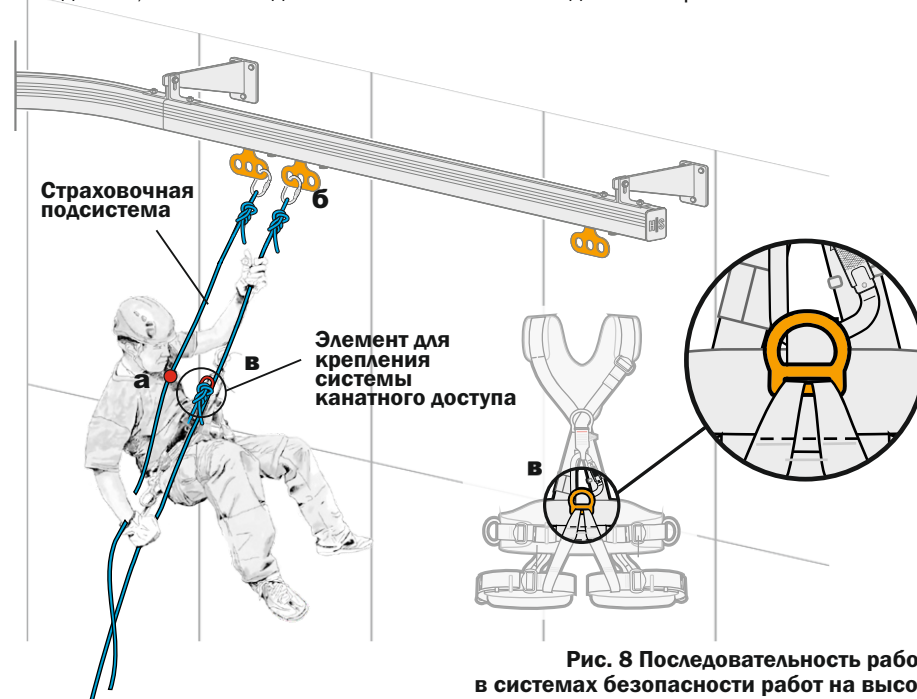

Рис. 8 Последовательность работы в системах безопасности работ на высоте.
4. Соединить привязь со страховочной подсистемой (например, ко второй мобильной анкерной точке, **рис. 8а**).
5. Соединить при помощи карабина соединительную подсистему (канат со спусковым устройством и т.д.) с мобильной анкерной точкой (**рис. 8б**).
6. Соединить при помощи карабина элемент для крепления системы канатного доступа, расположенный на передней части пояса, с соединительной подсистемой (**рис. 8в**).